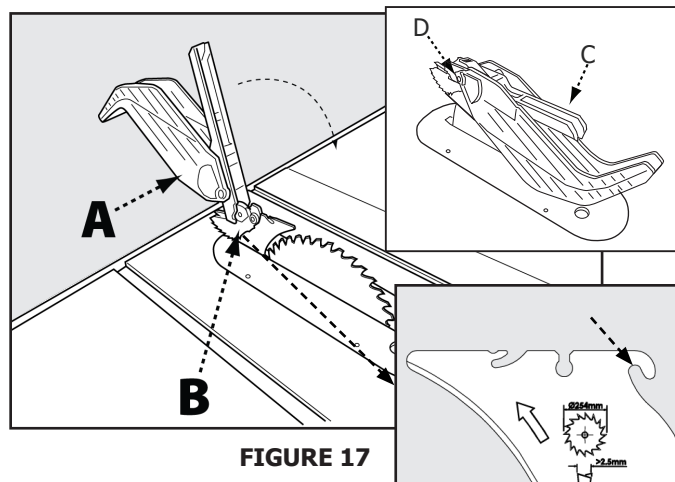

FIGURE 17
1. Tout en maintenant l'ensemble protège-lame (A) en position verticale, accrochez le goujon de guidage (B) à l'extrémité arrière de l'ensemble protège-lame dans la fente sur le bord arrière du couteau diviseur.
2. Faites tourner l'ensemble protège-lame vers l'avant de la scie jusqu'à ce que la partie métallique (C) de l'ensemble protège-lame soit parallèle à la table comme le montre la Figure 17.
3. Tout en maintenant enfoncé l'avant de la partie métallique du protège-lame (C), appuyez sur le levier de verrouillage du protège-lame (D) jusqu'à ce qu'il s'enclenche en position verrouillée. Assurez-vous que le protège-lame est verrouillé sur le couteau diviseur en tirant sur le protège-lame. Si le protège-lame n'est pas verrouillé, le levier de verrouillage du protège-lame retournera à la position déverrouillée.
**⚠ AVERTISSEMENT** Si la partie métallique de l'ensemble protège-lame (C) n'est pas parallèle à la table, le couteau diviseur n'est pas dans la position relevée. Retirez l'ensemble protège-lame et les doigts anti-retour et relevez le couteau diviseur, puis réinstallez les doigts anti-retour et l'ensemble protège-lame.